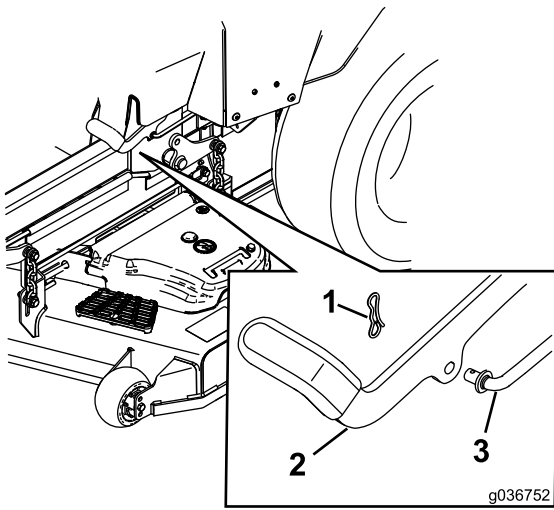

Figura 71
6. Si es necesario un ajuste, quite el freno de estacionamiento. Retire el pasador del eje del acoplamiento del freno (Figura 71).